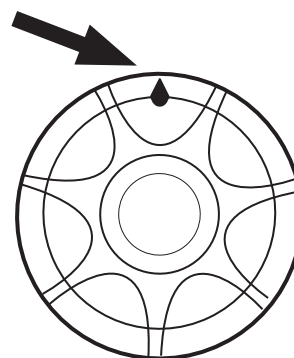

Figure 8. Indicateur de vitesse des roulettes
4. Repérer l'indicateur de vitesse sur la roulette arrière droite (figure 8).